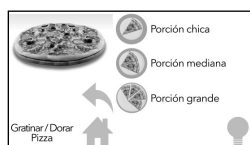

Figura 15
- Oprima el ícono de **Gratinar/Dorar** (Figura 15)